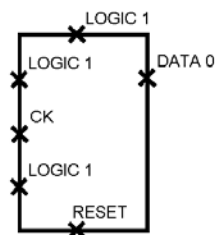

Рис. 8. Символ блока JK Flip Flop.
12. Аналогичным образом переместим все остальные порты в соответствующие позиции (рис. 8).
Кроме того, нам потребуется переименовать сигнальные выходы каждого блока, которые изначально будут одинаковыми (см. рис. 8).